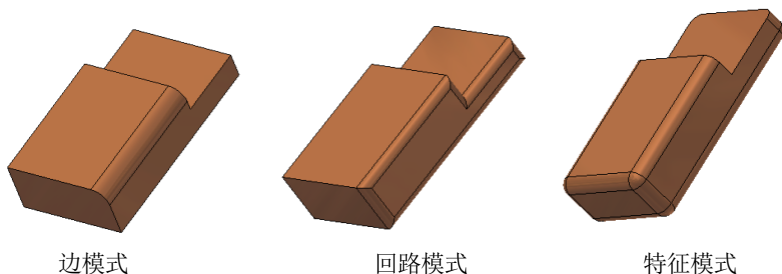

图 3-29 三种模式下创建的圆角特征
(1) 边圆角: 在零件的一条或多条边上添加内圆角或外圆角。在一次操作中, 用户可以创建等半径和变半径圆角、不同大小的圆角和具有不同连续性(相切或平滑 G2)的圆角。在同一次操作中创建的不同大小的所有圆角将成为单个特征。
① 定半径圆角: 有三个部分组成: 边、半径和模式。首先要选择产生圆角半径的边, 然后指定圆角的半径, 再选择一种圆角模式即可。圆角模式有三种选项:
- 选中【特征】选项, 选择因某个特征与其他面相交所导致的边以外的所有边都会创建圆角。这三种情况下创建的圆角特征对比如图 3-29 所示。